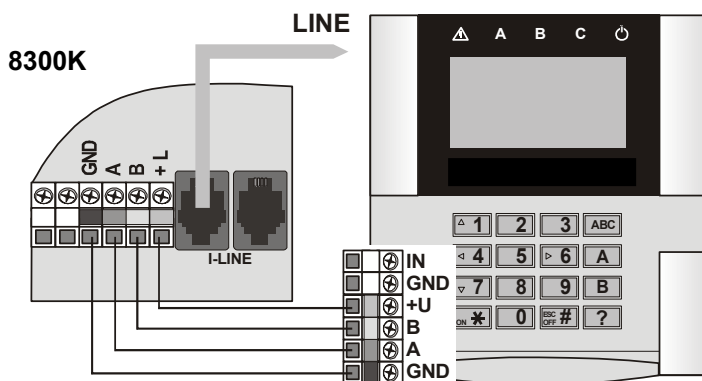

Abb. 1: Anschluss an die Zentrale
- Verwenden Sie ein flaches vieradriges Telefonkabel mit RJ-Steckverbindern (max. 10 m), aber nur zur vorübergehenden Installation (Test). Sowohl in der Zentrale als auch in der Tastatur befindet sich ein digitaler Busverbinder mit der Bezeichnung LINE. Siehe Abb. 1.